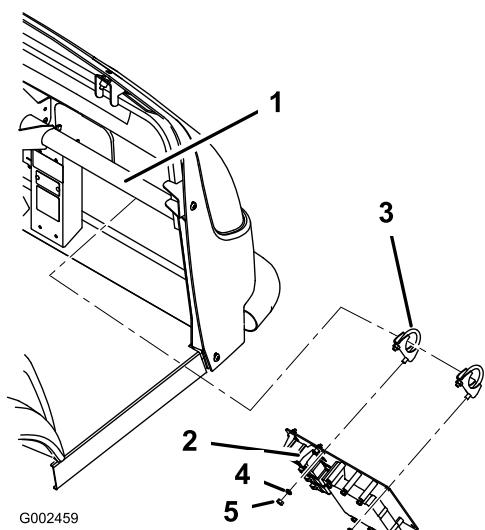

図 11
- C. ワークマン 200 液剤散布システムでは、Uボルト 2 本とクランプ (5/16 x 3/4 インチ)、ナット (5/16 インチ) 2個とロックワッシャ (5/16 inch) 2 枚を使って 図 11 のように取り付ける。